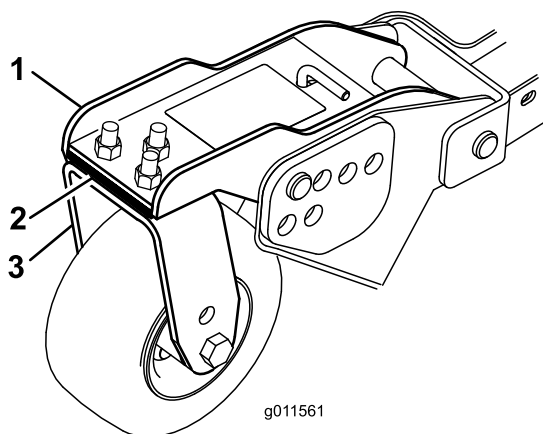

Figura 28
3. Ajuste os calços de 3 mm na(s) forquilha(s) da roda giratória de forma que coincidam com altura de corte fixada no autocolante (Figura 28).